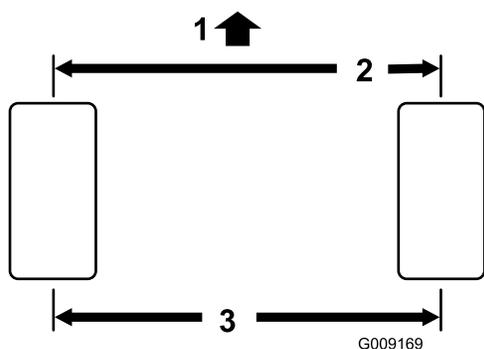

Рисунок 55
2. Измерьте межцентровое расстояние (на высоте моста) на передней и задней сторонах рулевых колес (Рисунок 55).